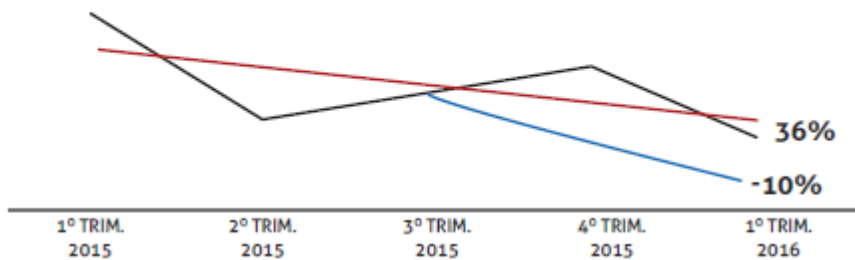

Figura 11: Com o Lean, clientes reclamam muito menos.
- Além disso, o nível de insatisfação, por parte dos clientes, também sofreu uma queda considerável (Figura 11).